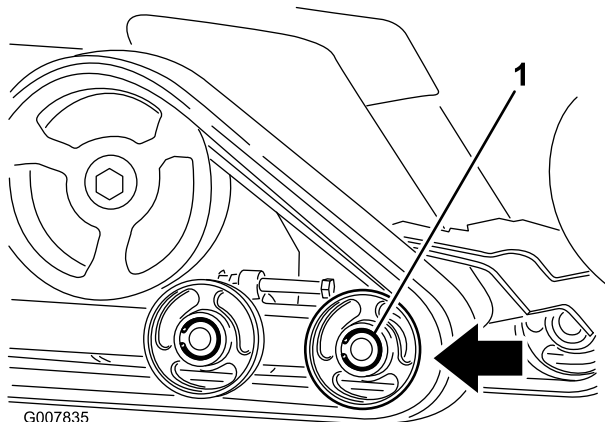

Bild 44
6. Drücken Sie das vordere Straßenrad so weit es geht nach hinten (**Bild 44**).
8. Wenn Sie die Kette vom Straßenrad entfernt haben, nehmen Sie sie von der Maschine ab (**Bild 44**).
9. Legen Sie die neue Kette, beginnend beim Antriebsrad, um das Rad und stellen Sie sicher, dass die Stollen an der Kette zwischen die Distanzstücke am Kettenrad passen (**Bild 44**).
10. Drücken Sie die Kette unter und zwischen das hintere und mittlere Straßenrad (**Bild 44**).